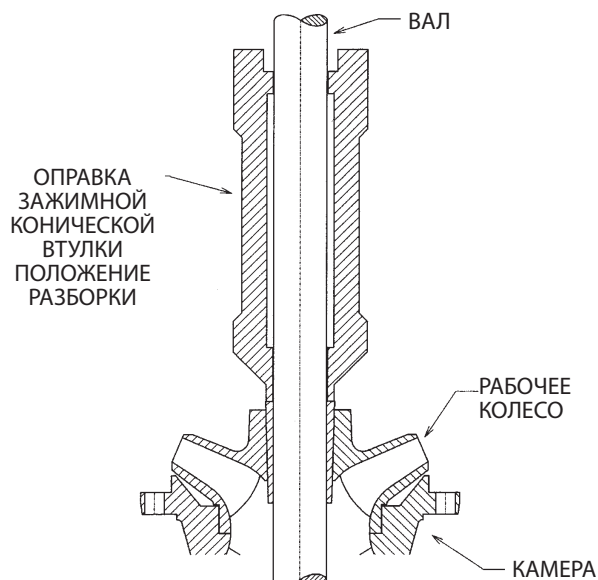

Рис. 17
- Плотно прижмите рабочее колесо к камере всасывания/заборнику и посадите конусную втулку на место с помощью соответствующей оправки (см. рис. 17). После фиксации рабочего колеса на месте верхний конец конусной втулки должен выступать на 1/8" над ступицей рабочего колеса.
- Надвиньте промежуточную камеру (670) на вал и закрепите ее поставляемыми болтами.